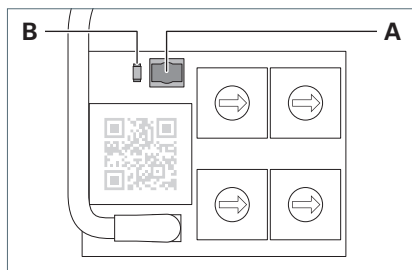

Fig. 14: Taste und LED.
- Drücken Sie die Taste **A** und halten Sie die Taste 20 Sekunden gedrückt, siehe Fig. 14.